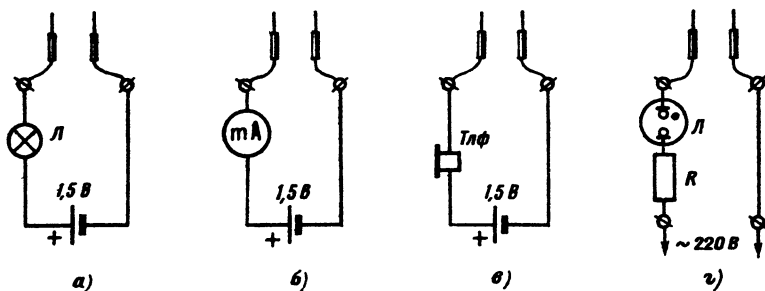

Рис. 3. Принципиальные схемы пробников
*Пробники для прозвонки электрических цепей* широко используются в ремонтной и любительской практике (рис. 3).